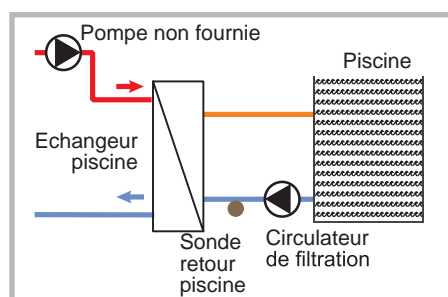

Figure 6 - Schémas hydraulique option piscine
- **4** - Raccorder la sonde retour piscine sur les bornes M et BX21 (voir Figure 6). Utiliser le connecteur à 2 plots fourni (n2).